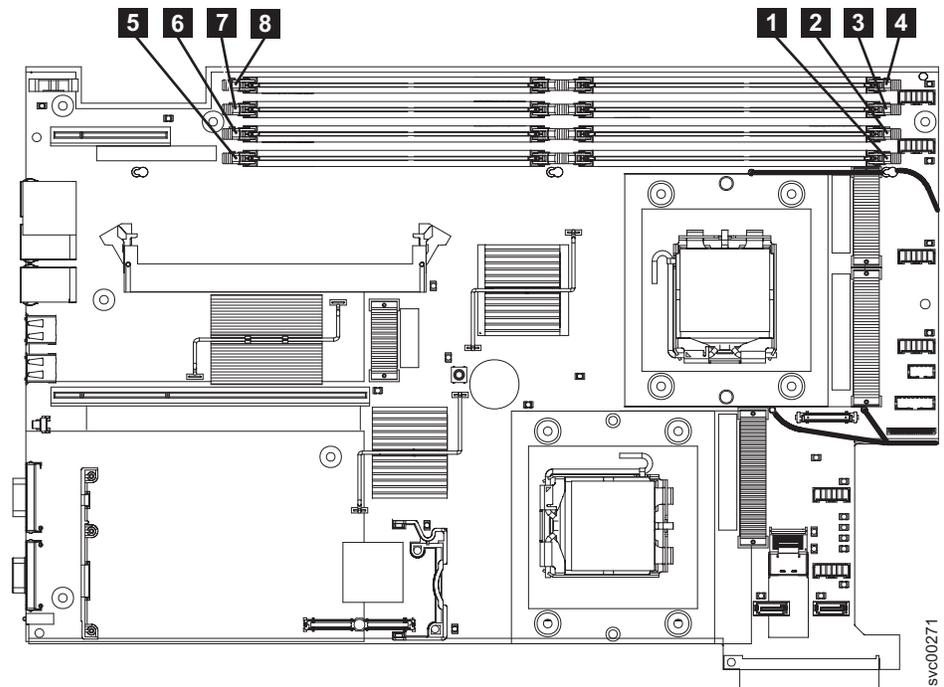

図 80. SAN ボリューム・コントローラー 2145-8G4 メモリー・モジュールのを見つけ方
- 元のバージョン (Rev 1) は、109 ページの図 80 に示すように、スロット **1** から **8** 内で 8 個の 1 GB メモリー・モジュールを使用します。